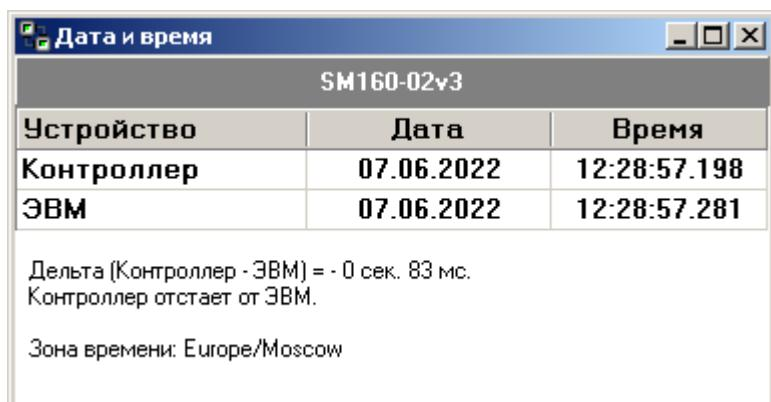

Рисунок 2 – Окно «Дата и время».
- Если зона времени настроена в контроллере, то отображается ее название (например, Рисунок 2, «Europe/Moscow» для московского времени). Часы контроллера идут по времени UTC (UTC – всемирное координируемое время), но с преобразованием в местное время, которое будет храниться в базе данных, в журналах и отображаться всегда в местном формате.